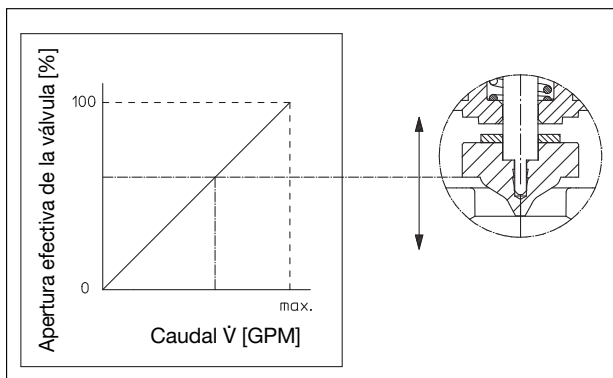

Fig. 5.3 Curva característica de la unidad de control de la "Cocon QTZ"
La unidad de control (pos. 2, figura 5.1/5.2) tiene una curva característica casi lineal (fig. 5.3).